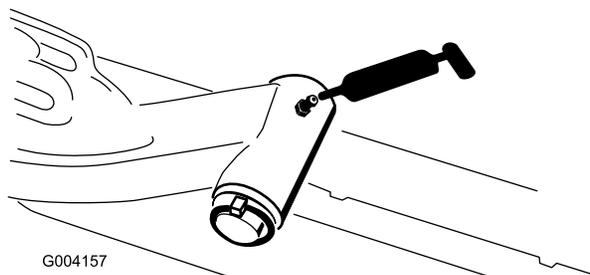

Figura 55
- Alberi di articolazione dei bracci di sollevamento (1 cad.) (Figura 55)